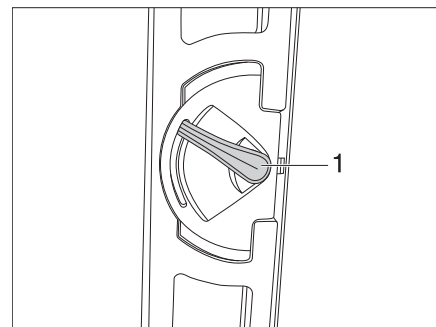
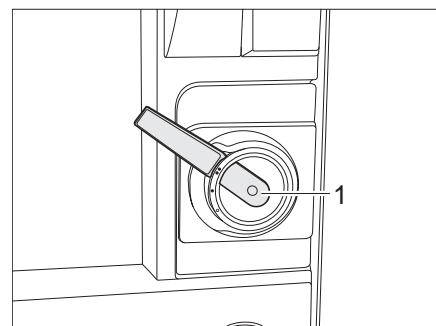

Bild 22 Variant 1: Dörrlås ingångsdörr, insida, låst
Bild 24 Variant 2: Dörrlås ingångsdörr, insida, låst
- Vrid dörrhandtaget (Bild 22,1 resp. Bild 24,1) ca 45° uppåt och låt det vara kvar i det läget.